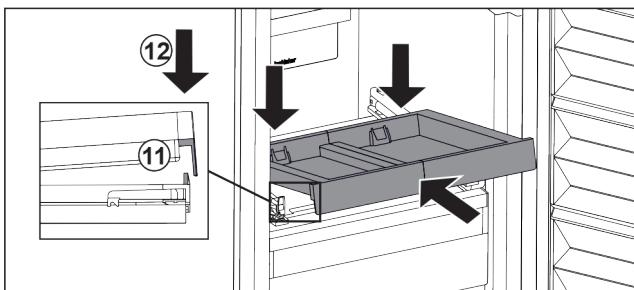

Fig. 121
- ▶ L'insérer en l'inclinant. Veiller à ce que, des deux côtés, la butée soit derrière la languette. Fig. 121 (11)
- ▶ Déposer le compartiment coulissant par l'avant. Fig. 121 (12)